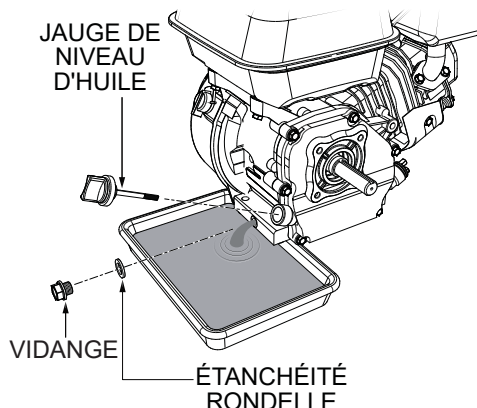

Figure 32. Vidange de l'huile moteur
1. Vider l'huile à moteur lorsqu'elle est chaude, comme indiqué dans la Figure 32.